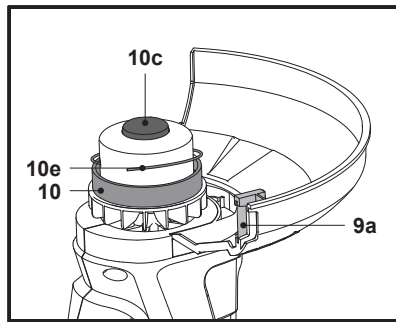

Fig. 13
1. Tapoter le système de déroulement automatique (10c) sur un sol dur pour que la tête de coupe-bordures (10) libère les fils de coupe (10e).
2. L'excédent de fil est coupé par la lame (9a) (Fig. 13).